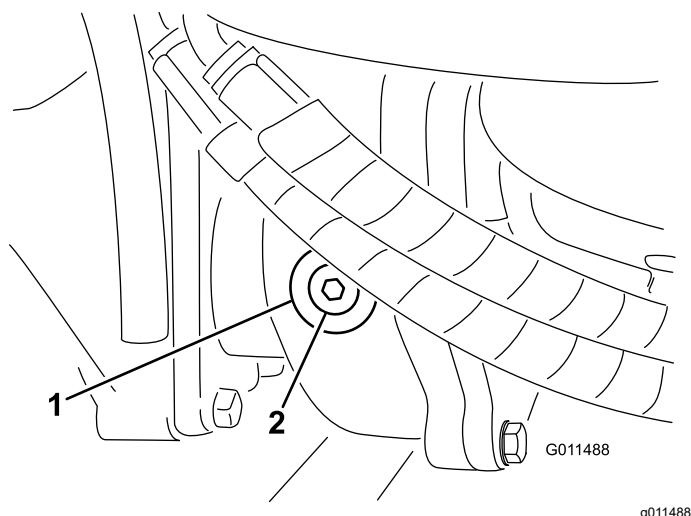

Figura 70
2. Retire o tampão de verificação/enchimento que se encontra na zona esquerda da caixa de engrenagens (Figura 70) e certifique-se de que existe lubrificante até ao fundo do orifício. Se o nível estiver baixo, junte lubrificante suficiente para o nível subir até ao fundo do orifício.